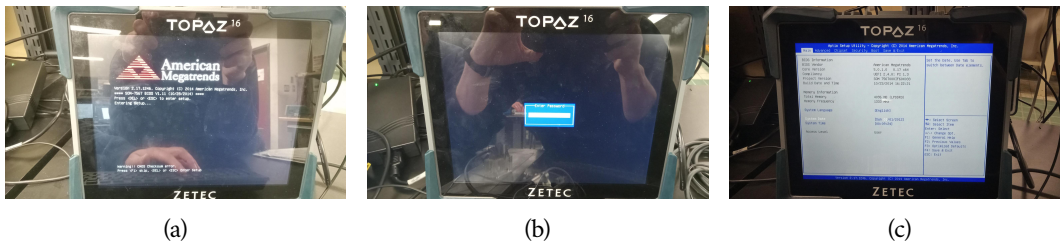

FIGURE 4 – Message de démarrage avec Suppr pour entrer dans le BIOS (a), demande de mot de passe (b) et page principale du BIOS avec la date et l'heure (c).
1. Si l'écran reste bloqué sur le BIOS, brancher un clavier USB dans le Topaz et redémarrer l'appareil. Appuyer sur Suppr à répétition pendant le démarrage. Une fenêtre Enter Password apparaît: appuyer simplement sur Enter, il n'y a pas de mot de passe. Dans le BIOS, corriger la date et l'heure, puis choisir Save and Exit et confirmer avec Enter. UltraVision Touch démarre alors et propose de choisir la sonde: prendre la LM de 5 MHz et le sabot LM-OLW. Charger ensuite la configuration du laboratoire (menu File, Load Setup, fichier LFB_ET_SIMIT...) si elle est présente. Sinon, refaire la configuration complète de la Section 3.6. Les écrans du BIOS sont montrés à la Figure 4.